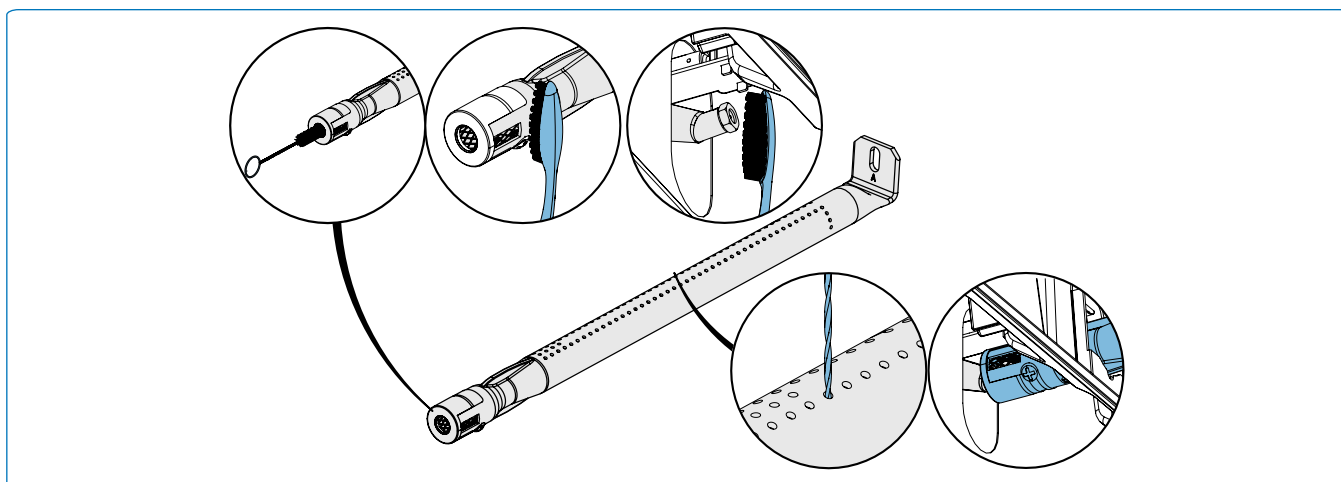

Fig. 19
1. Retirez la ou les vis qui fixent le brûleur à la paroi arrière du barbecue. Faites glisser le brûleur vers l'arrière et vers le haut pour le retirer (**Fig.19**).